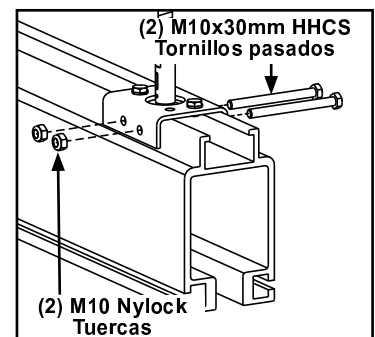

Figura 3-72
- Paso 3. Instale dos (2) M10 x 100 mm HHCS con tuerca Nylock M10. **Apriete hasta que tornillos asienten + 1/4 de vuelta.** No apretar de más, puede doblar el soporte. Vea Figura 3-72.